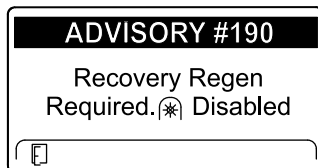

Figura 48
- Richiesta di rigenerazione di recupero – disabilitazione della presa di forza ADVISORY #190 (Figura 48)